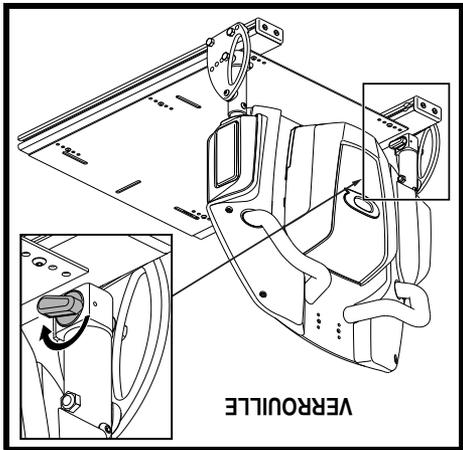

Figure 5. Montants de dossier réglables (Verrouillé)
2. Tournez les leviers (un sur chaque montant) vers l'avant pour bloquer le dossier en place. Voir la figure 5. Assurez-vous que l'autocollant rouge sur le levier n'est pas visible.